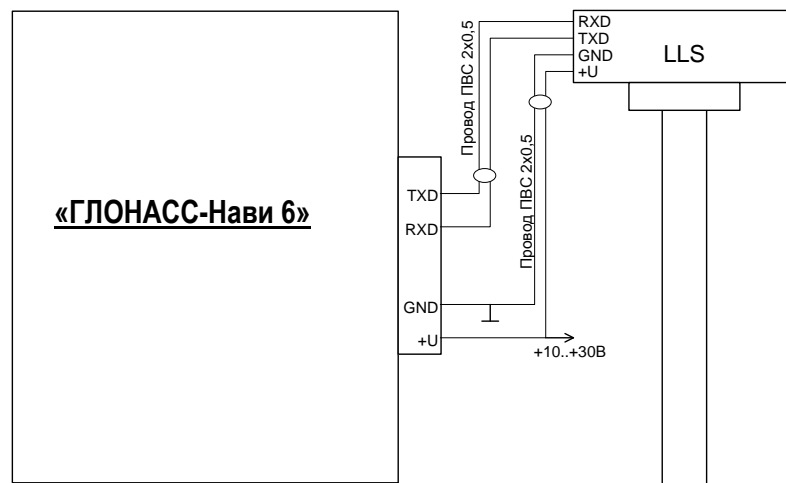

Рис. 4. Схема подключения датчика уровня топлива LLS по интерфейсу RS232.
5.1.3. Подключите датчик уровня топлива LLS по интерфейсу RS232 к контактам 9,10 разъема MF-20F (см. рис. 4).